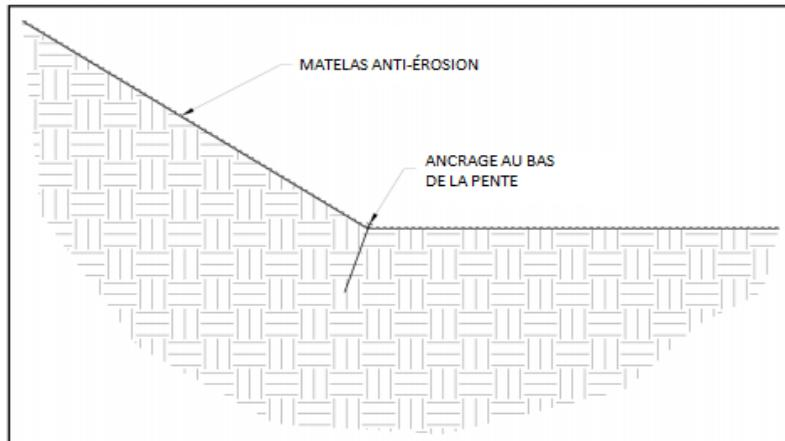

Figure 6 : Ancrage au bas de la pente d'un talus ou d'un canal
5. Si une transition entre une pente et le plat est nécessaire, il est recommandé d'installer des ancrages (voir figure 6) pour que le matelas épouse bien le sol.